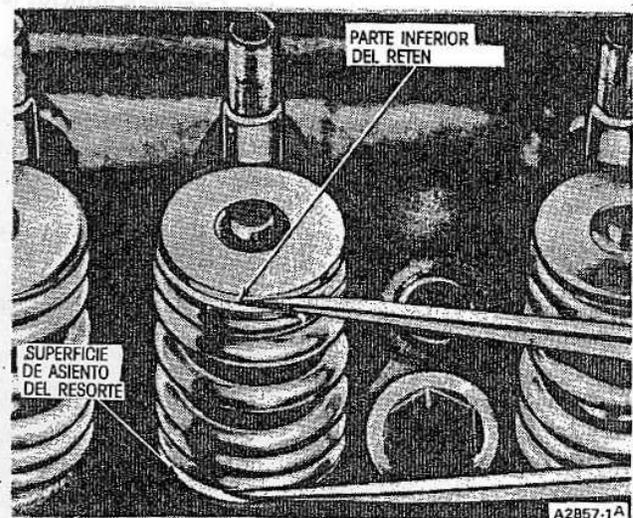

Fig. 51. Comprobación de Altura de Resorte de Válvula Instalado
3. Mida la altura del resorte instalado, desde la parte plana de la culata donde asienta el resorte, hasta la parte inferior del retén del resorte, utilizando un compás de puntas abiertas (Fig. 51). Mida la abertura de las puntas del compás con una regla de acero. Si la altura del resorte instalado es mayor a la especificada, instale los espaciadores que sean necesarios de 0.030" de espesor entre el asiento para el resorte de la culata y el resorte, para que la altura quede dentro de los límites recomendados.